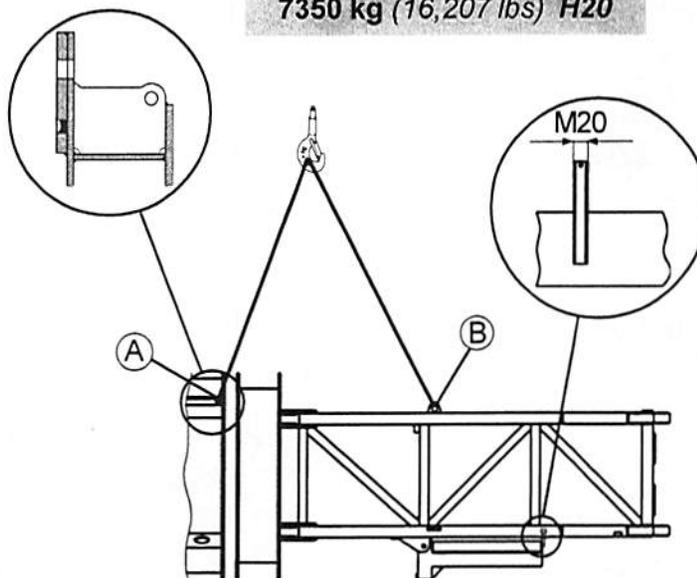

Abb. 2.1.1
Einheit an den speziellen Ösen (A) und (B) anschlagen und auf den Boden absetzen (Abb. 2.1.1)
Schrauben Sie die Mutter aus der Gewindestange M20×160 (Abb. 2.1.1) zur Befestigung der Kabinenplattform am Kabinenturmabschnitt ab. Einheit an der Öse (B) anschlagen und in senkrechte Stellung anheben, so dass die Kabinenplattform in den richtigen Winkel zum Kabinenturmabschnitt kommt (Abb. 2.1.2).